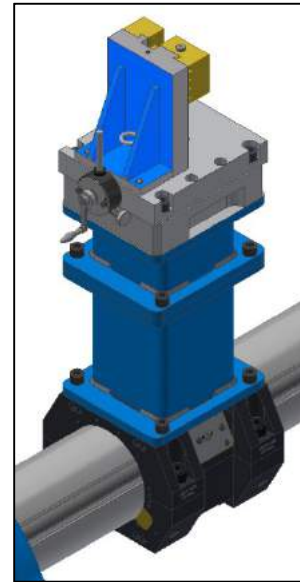

Рис. 23. Подрезная головка, установленная с прокладками на инструментальную оправку
- б) Если установлена хотя бы одна прокладка (см. рис. 23), рукояткой блока подачи выполните ручную регулировку и включите автоматическую подачу. Рукоятка блока подачи представляет собой комбинированный инструмент, который остается на подрезной головке во время работы (см. рис. 27 на стр. 36).